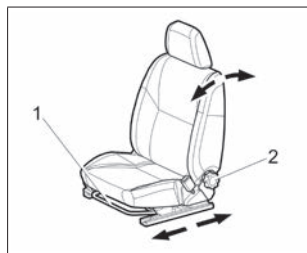

Рис. 9. Переднее сиденье
Рис. 9а. Переднее сиденье (в варианном исполнении)
Для регулировки передних сидений в продольном направлении потяните блокирующий рычаг **1** (рис. 9) вверх. После установки сиденья в удобное положение опустите рычаг и, небольшим перемещением сиденья вперед-назад, добейтесь его надежной фиксации.
**В варианном исполнении** в автомобиле реализуется функция регулировки переднего сиденья по высоте. Чтобы изменить угол наклона и положение подушки сиденья, поднимайте либо опускайте рычаг (см. рис. 9а), расположенный с внешней стороны подушки. Для того чтобы опустить подушку сиденья, толкните рычаг несколько раз вниз. Для того чтобы поднять подушку сиденья, потяните рычаг несколько раз вверх. Наклон спинки сиденья регулируется бесступенчато